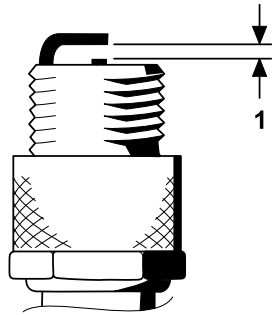

Figura 35
4. Ajuste la distancia entre los electrodos central y lateral a 0,76 mm, tal y como se muestra en la Figura 35.